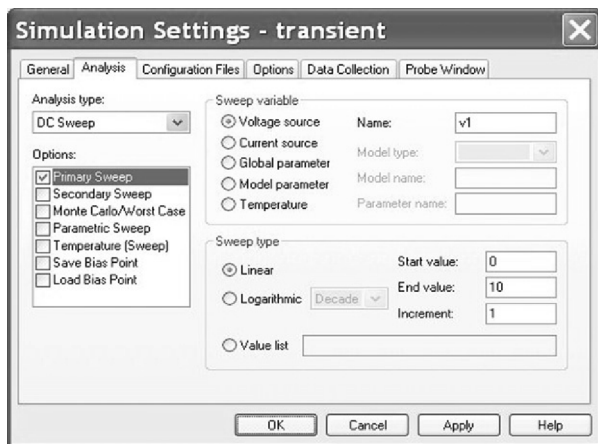

图 3.14 直流扫描仿真分析设置
2. 通过选择菜单 **PSpice > New Simulation Profile** 创建 PSpice 仿真文件，在设置对话框中选择分析类型 **Analysis type** 为 **DC Sweep** 直流扫描分析。如图 3.14 所示，扫描变量 **Sweep variable** 为电压源 V1，扫描方式为 **linear** 线性方式，初始值为 0V，结束值为 10V，步长为 1V。然后点击 **OK** 按钮对仿真设置进行确定。